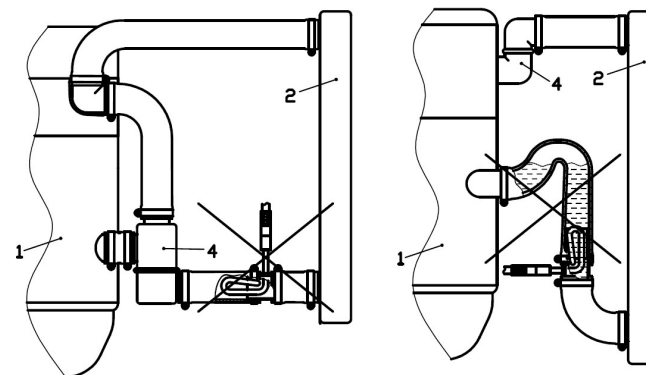

Рис. 4.5
- установка его в местах, не обеспечивающих естественную циркуляцию охлаждающей жидкости (в длинный горизонтальный участок шланга, где может скопиться воздух и препятствовать циркуляции жидкости, в шланг от патрубка радиатора, если его перекрывает термостат - см. рис. 4.5);